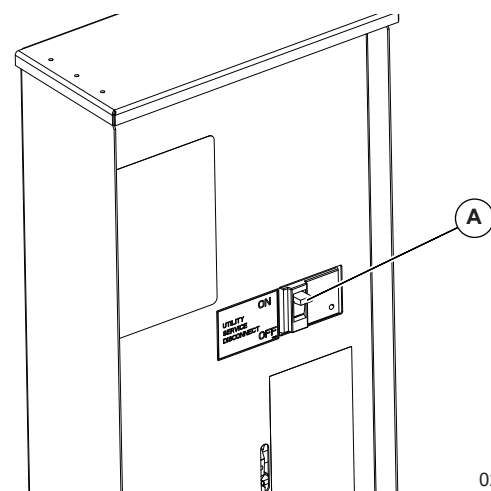

Figure 4-1. Disjoncteur de déconnexion du service public (Commutateurs de transfert classés pour l'entrée de service)
2. Voir Figure 4-1. Couper l'alimentation électrique du service public (disjoncteur de débranchement de service) (A) et de secours (disjoncteur de la ligne principale de la génératrice) vers le commutateur de transfert.
- a. Pour les modèles de commutateurs de transfert classés pour l'entrée de service, voir Figure 4-1.